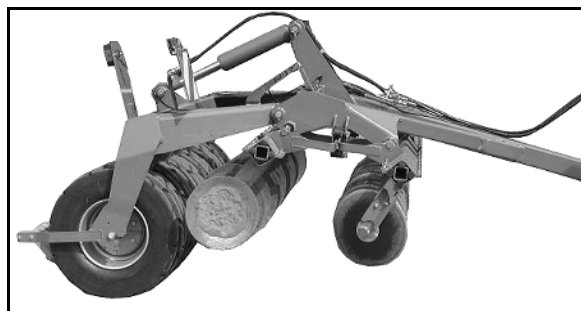

Рис. 26
- полностью поднимите оба ряда дисков (Рис. 26);